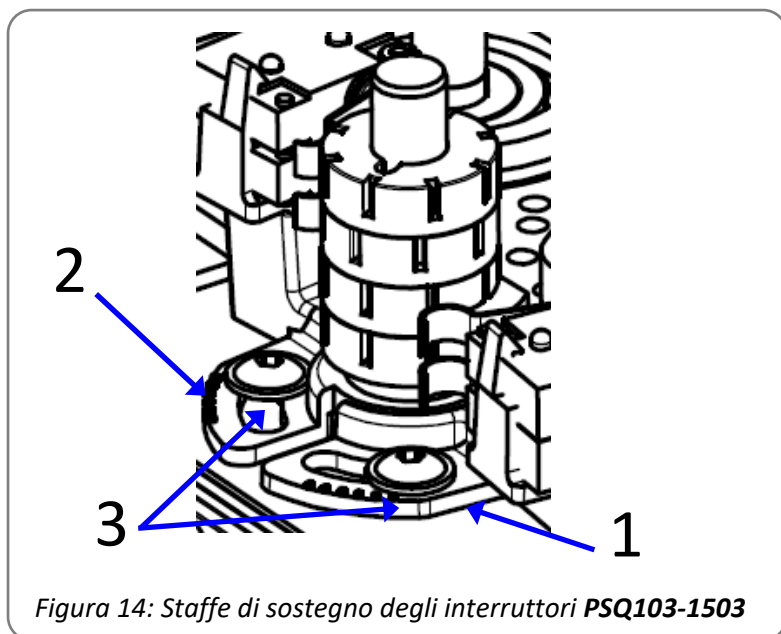

Figura 14: Staffe di sostegno degli interruttori **PSQ103-1503**
- Allentare le viti di regolazione della coppia (Figura 14, elemento 3) e ruotare le staffe per commutazione nella posizione desiderata.